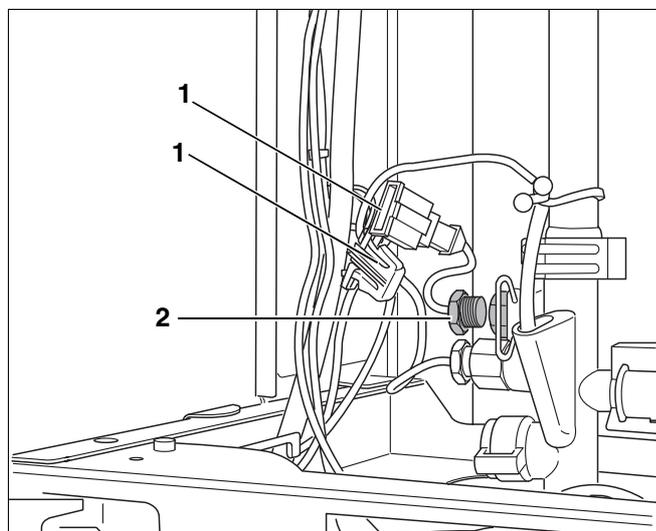

Fig. 68 Logamax plus GB122-11/19/24/24K: sostituire sensore di mandata
- Staccare la connessione a spina (fig. 68, pos. 1).
- Svitare il sensore (fig. 68, pos. 2) e sostituirlo con uno nuovo.